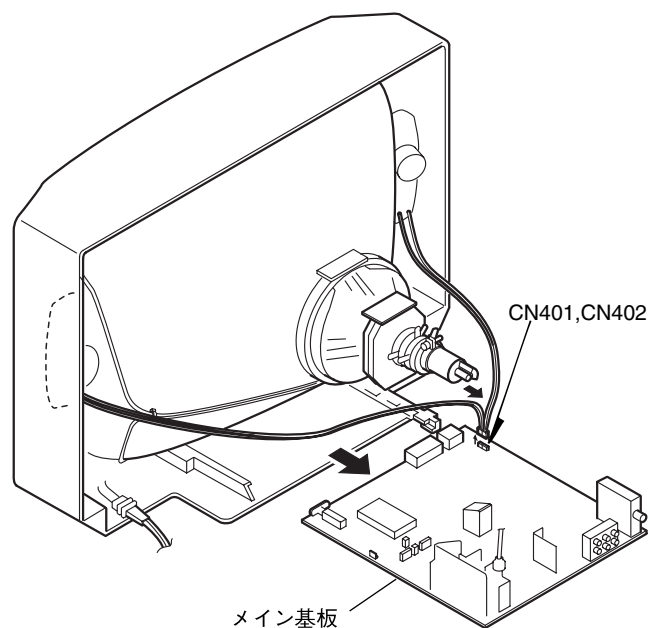

Fig. 5-2
- (2) コネクター 2 個 (CN401, CN402) を外し、矢印方向にメイン基板を外す。(Fig. 5-2参照)